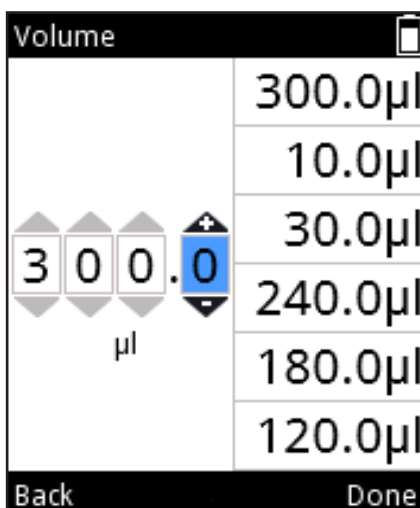
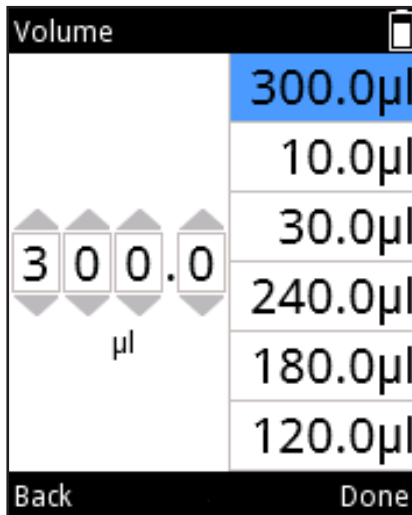

Imagen D6.
Imagen D7.
3. Pulse para activar el **Volume editor** (Editor de volumen) (Imagen D6).
3. Pulse  para activar el **Volume editor** (Editor de volumen) (Imagen D6).
4. Cuando esté resaltado el último número del volumen (Imagen D6), utilice  para desplazarse a la lista de volúmenes. Se resaltará automáticamente el primer volumen de la lista (Imagen D7). Utilice ,  para desplazarse por la lista de volúmenes.